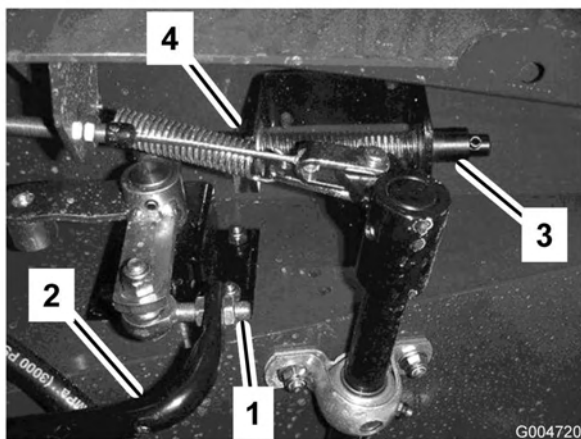

Figura 69
3. Desaperte as porcas de retenção na extremidade da barra e ajuste o comprimento da barra de tracção (Figura 69) de modo a que o pedal fique em contacto com o batente do pedal quando a alavanca da bomba atingir o final do curso. Fixe as porcas de retenção.
3. Encha o reservatório (Figura 69) com aproximadamente 30 l de fluido hidráulico. Consulte o ponto Verificação do fluido hidráulico.